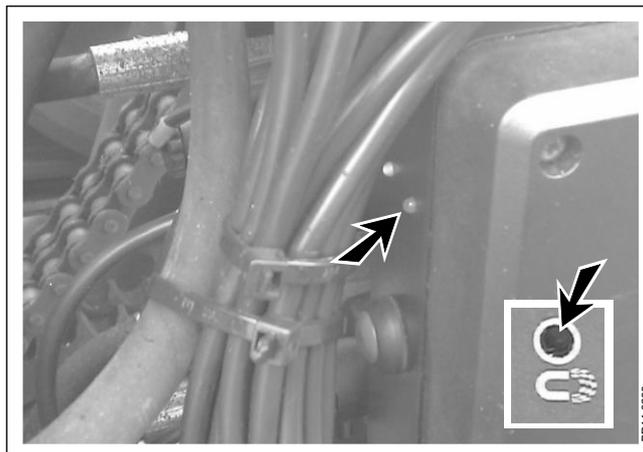

Abb. 5-7
**Abb. 5-7** Der Metalldetektor wird ein- und ausgeschaltet, indem die Taste auf der MD-Stuereinheit gedrückt wird. Er wird **ausgeschaltet**, indem die Taste für etwa 5 Sekunden gedrückt wird. Dabei werden die gelbe Kontrollleuchte auf der MD-Stuereinheit sowie die Leuchte auf der Steuereinheit ausgeschaltet. Durch einfaches Drücken der Taste wird der Metalldetektor wieder eingeschaltet. Obwohl der Metalldetektor ausgeschaltet war, wird er jedes Mal eingeschaltet, sobald die Maschine gestartet oder die Steuereinheit ausgeschaltet wird oder die Stromversorgung unterbrochen wurde. Dadurch ist sichergestellt, dass nicht ohne Metalldetektor gearbeitet wird, es sei denn, dies ist erwünscht. Wenn ohne Metalldetektor gearbeitet wird, besteht die Gefahr, dass Metall in die Maschine gerät und das Erntegut beschädigt und verunreinigt wird.